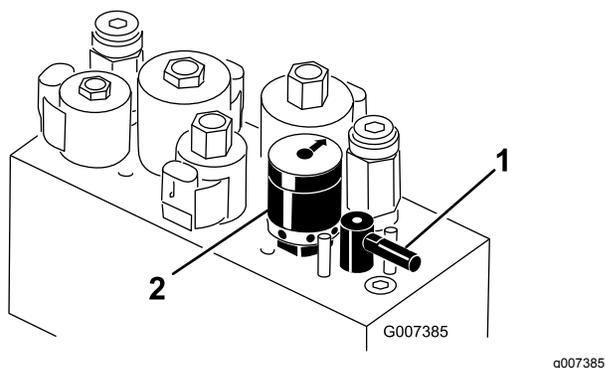

Figura 58
5. Girate la leva di lappatura in posizione "R" (Figura 58).
6. Girate il comando di velocità dei cilindri in posizione 1 Figura 58.